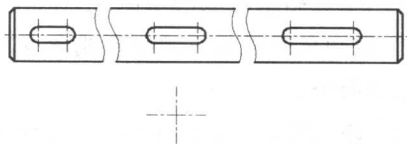

图 1.1.14 绘制中心线
Step1. 绘制如图 1.1.14 所示的中心线。
(1) 切换图层。在“图层”工具栏中, 选择“中心线层”图层。
(2) 确认状态栏中的 **对象捕捉** 按钮处于按下状态。
(3) 用 **绘图(D) → 直线(L)** 命令, 完成如图 1.1.14 所示的水平中心线的绘制, 长度值为 60。
(4) 绘制垂直中心线。按回车键以重复直线的绘制命令, 在命令行中输入 from 并按回车键, 捕捉并选取步骤 (2) 所绘制的水平中心线的左端点为基点, 输入直线起点的相对坐标值 (@30, 30) 并按回车键, 输入终点的相对坐标值 (@0, -60) 后按两次回车键。